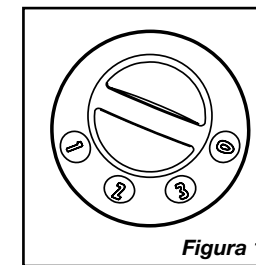

Figura 1
4. Encienda el Ventilador seleccionando la velocidad deseada con la Perilla de Encendido situada al costado del Ventilador. (Figura 1)
7. Para girar el Ventilador APAGAR, girar la Perilla de la Poder/ Velocidad a APAGAR (0) y quitar la unidad de la salida eléctrica.